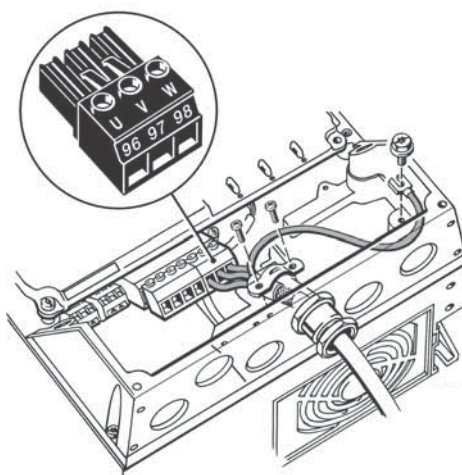

Рис. 13 Подключение двигателя, корпус A5
1. Подключите заземляющий провод к клемме 99 (PE). См. рис. 13.
2. Подключите провода двигателя к клеммам 96 (U), 97 (V), 98 (W) соединителя двигателя.